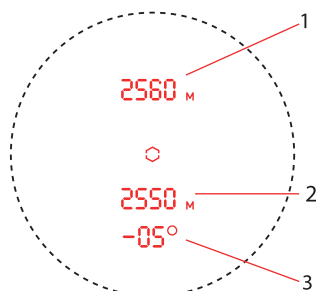

Abbildung 2
Halten Sie die Modus-Taste (7) um in den Modus zur Messung der horizontalen Entfernung zu gelangen. Richten Sie das Gerät auf Ihr Ziel und drücken Sie die Ein/Aus/Messen-Taste (6). In diesem Modus können Sie die horizontale Entfernung zum Ziel messen. Es werden der Winkel [3], die geradlinige Entfernung zum Ziel [1] und die horizontale Entfernung zum Ziel [2] angezeigt (Abb. 2). Drücken Sie die Ein/Aus/Messen-Taste (6), um eine einzelne Messung durchzuführen. Halten Sie die Ein/Aus/Messen-Taste (6) für eine kontinuierliche Messung gedrückt.
En este modo de funcionamiento, puede medir la distancia horizontal al objeto de medición. Se mostrarán el ángulo [3], la distancia en línea recta [1] y la distancia horizontal al objeto de medición [2] (Fig. 2). Presione el botón encender/apagar/medir (6) para realizar una medición única. Presione y mantenga presionado el botón encender/apagar/medir (6) para tomar mediciones de forma continua.